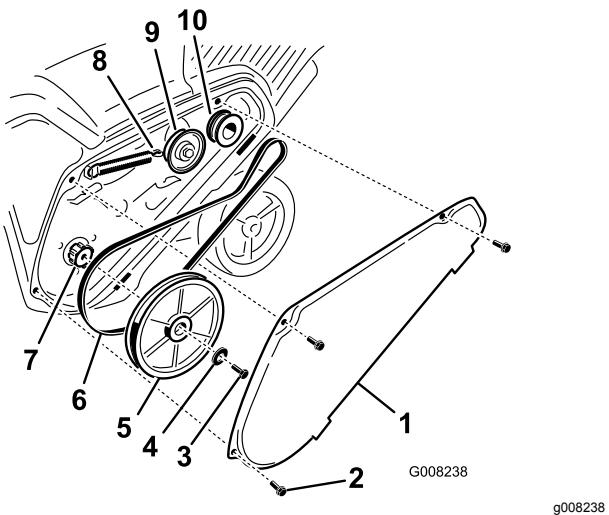

Bild 29
1. Nehmen Sie die drei Schrauben ab, um die Abdeckung des Treibriemens zu entfernen, wie in Bild 29 abgebildet.
2. Haken Sie die Bremsfeder vom Spannarm aus, um die Riemenspannung zu lösen (Bild 29).
3. Nehmen Sie die Schraube und die Wellenscheibe ab, mit denen die Rotorscheibe befestigt ist (Bild 29).
4. Entfernen Sie die Rotorscheibe und den Treibriemen (Bild 29).
die Rotorscheibe, die sich etwas über der Rotorwelle befindet (Bild 29).
6. Montieren Sie die Rotorscheibe an der Rotorwelle (Bild 29).
7. Setzen Sie die Wellenscheibe und die Rotorscheibenschraube ein und ziehen sie beide fest (Bild 29).